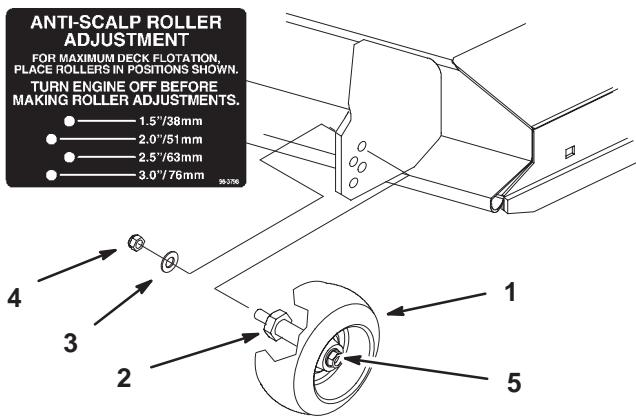

Figure 22
2. Lorsque la hauteur de coupe est réglée, enlevez l'écrou à colerette et la rondelle élastique tout en maintenant le goujon avec une clé (Fig. 22).
3. Choisissez le trou pour que la roue de jauge se trouve le plus près possible de la hauteur de coupe correspondante voulue (Fig. 22).
4. Remettez l'écrou à colerette et la rondelle élastique. Serrez à 54–61 Nm (Fig. 22).